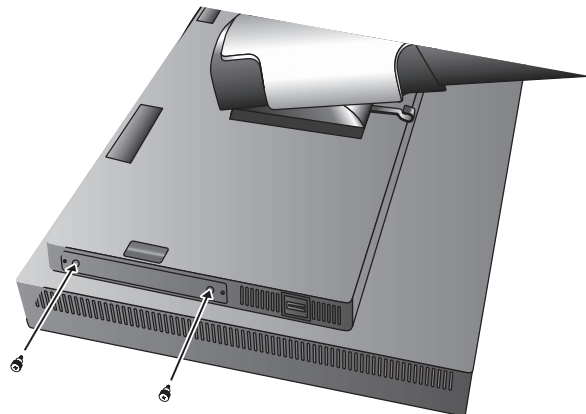

Figure G.1
2. Insérez les vis à oreilles dans les trous adéquats de la carte d'entrée HDMI et DisplayPort (**Figure G.1**).